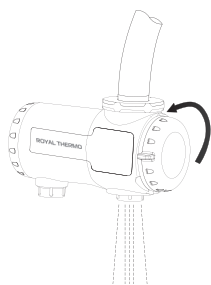

Рис.1
1) Поверните кран смесителя, поверните переключатель водонагревателя вниз и выпустите холодную воду (рис.1).